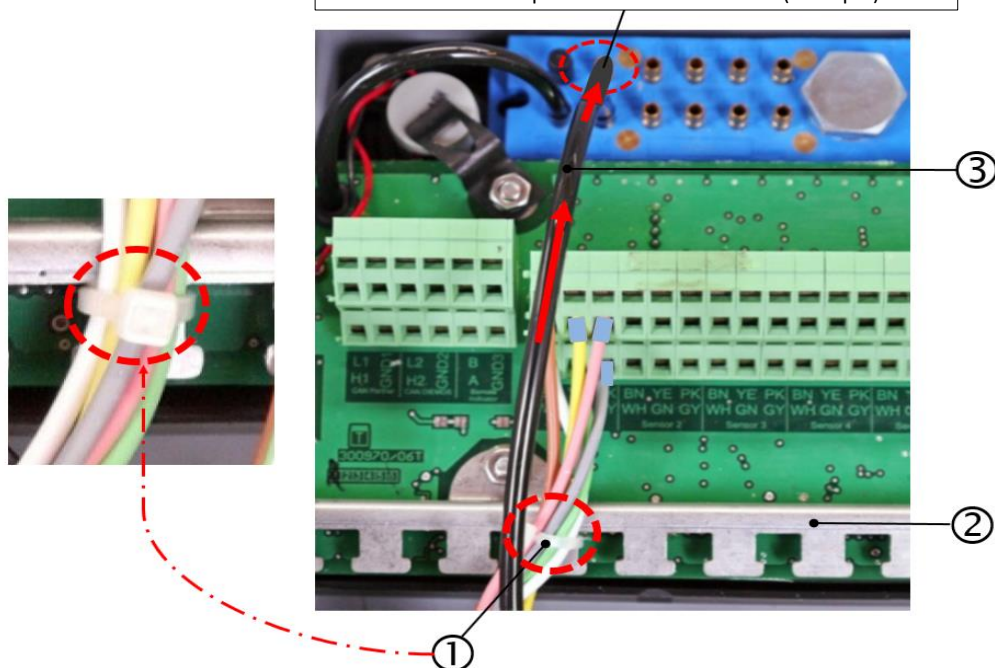

Fig.: 10 : Instalación mediante proceso de crimpado, cable híbrido, unidad central VN301^{plus} (pasos 11-12)
- ▶ La manguera neumática [③] no se debe fijar con sujetacables u objetos similares en la chapa de sujeción de sujetacables. (Fig. 10)